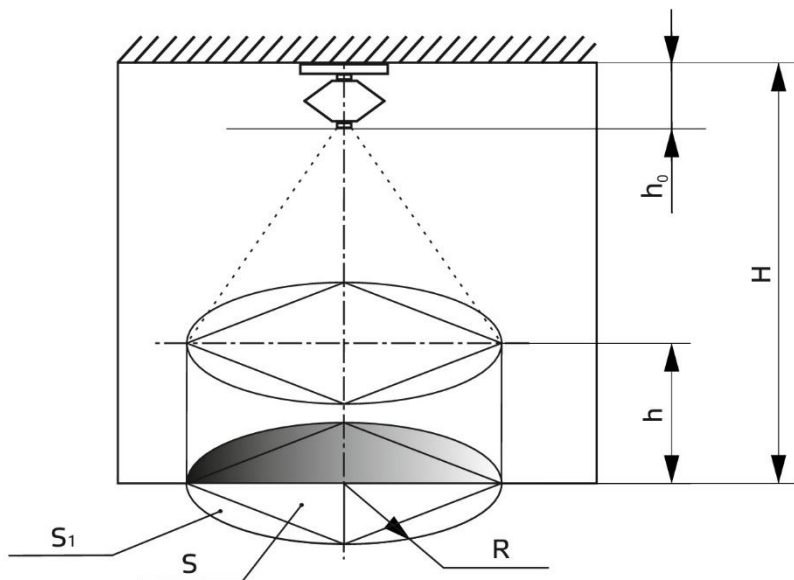

Рис. 1 – Размещение МПП «Гарант-12» при тушении очагов пожара класса «А» и «В» на защищаемой площади и в объеме.
- 1. Защищаемая площадь имеет форму круга, с размещением выпускного узла модуля над его центром (рис. 1).